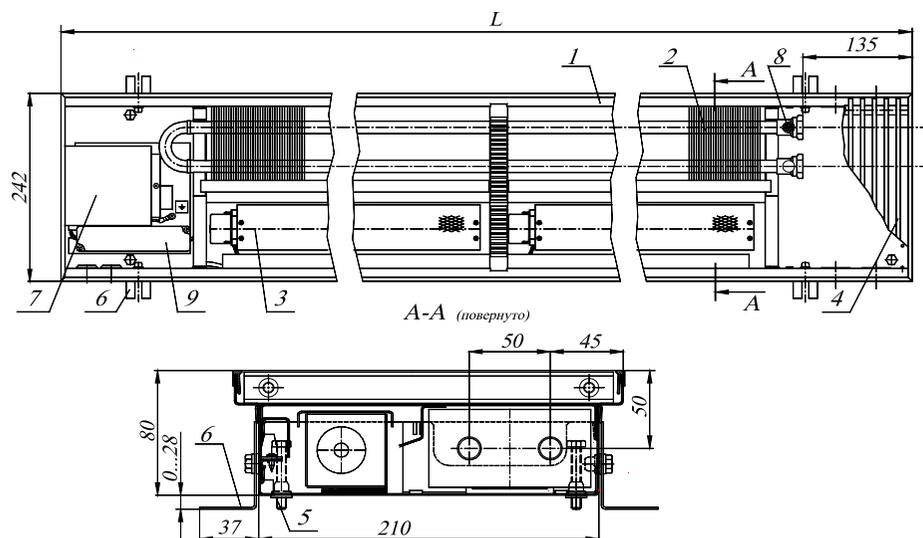

Рис.1 Конвектор КVK12 24.08.060...310-ВКП(ВУП)-П
4.1. Конвекторы имеют следующие основные элементы (см. рис.1, 2):
4.3. Размеры и технические характеристики изделий представлены на Рис.1, 2 и в таблице 1.